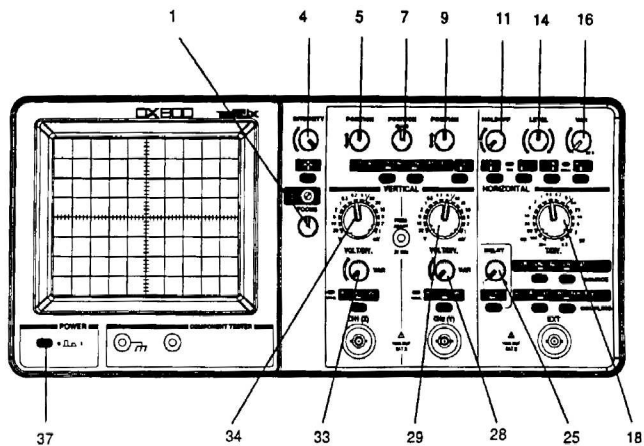

Figure 1
Remarque : *si aucune trace n'apparaît après 10 secondes de chauffe, appuyer sur la touche BEAM FIND (3) (figure 1) et centrer les traces à l'aide des commandes rotatives de position (5, 7, 9)*
- Régler l'intensité lumineuse (4) et la finesse des traces (1) (figure 1)